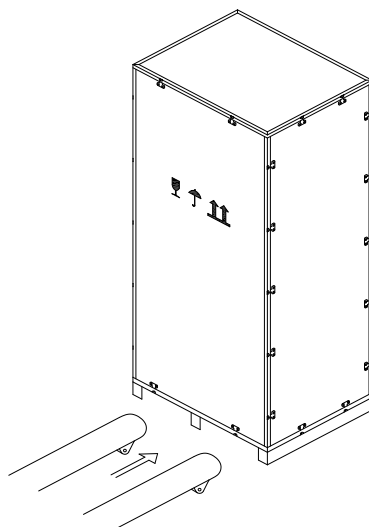

Fig. 3-4. Transporter jusqu'au lieu désigné
2. Transport du matériel sur le site désigné par chariot élévateur, comme illustré à la figure 3-4.